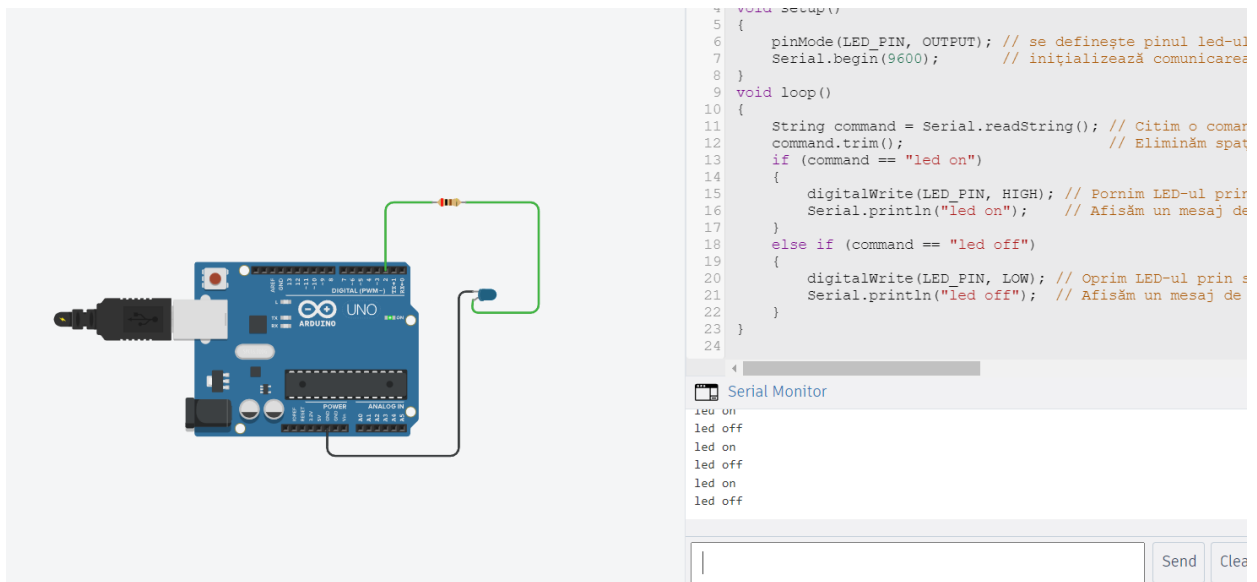

Figura 1 – Schema sarcinii 1
3. De pe placă de la 13 se introduce un fir la poziția 9b trimitând energie secțiunii 10c; Toată descrierea creării circuitului descris este prezentată în figura 1.